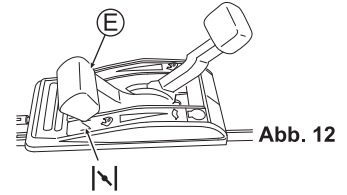

Abb. 12
3. Stellen Sie den Gashebel (E) auf Choke "I/N". (Siehe Abb. 12) (Wenn der Motor warm ist, kann er auch gestartet werden, indem Sie den Hebel auf "☛" stellen.)